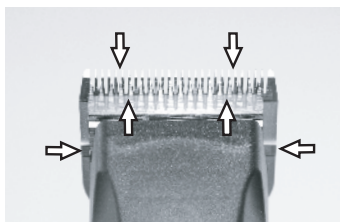

Fig. 24
Une fine couche d'huile sur le peigne supérieur et inférieur est indispensable pour obtenir un bon résultat de tonte et afin d'augmenter la longévité de la tondeuse (fig. 24).
- ▶ Lubrifiez les peignes suffisamment durant la tonte (au moins toutes 15 minutes), de manière à ce qu'ils ne passent pas à sec (fig. 24).
Il faut huiler les peignes avant, durant et après chaque usage. Si les peignes laissent des rayures, c'est un signe sûr que vous avez besoin de l'huile. Appliquez quelques gouttes de l'huile de l'avant et latéralement des peignes (flèches fig. 24). Enlevez de l'huile excédentaire avec un chiffon doux et sec. Des aérosols lubrifiants ne contiennent pas assez d'huile pour une bonne lubrification, mais sont appropriés pour la réfrigération des peignes. Changez immédiatement des peignes endommagés ou crénelés afin d'éviter des blessures.